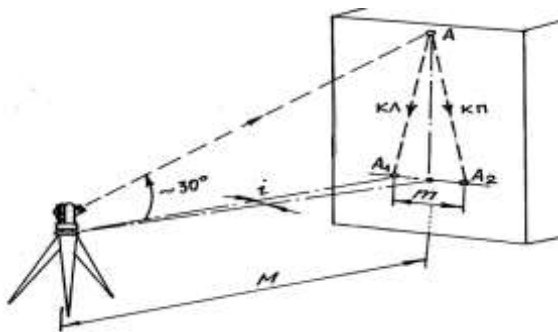

Рисунок 6. Пятая поверка теодолита.
1. Теодолит установить недалеко от высокого объекта (например, стены здания). В верхней части стены выбрать какую-либо заметную точку так, чтобы визирование на нее производилось при наклоне визирной оси к горизонту примерно на 30° (рис. 6).